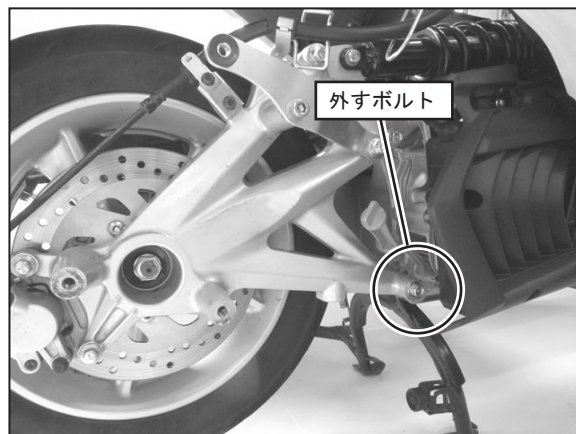

FIG. 10
10. FIG. 10で示すボルトを外して下さい。
(FIG. 10, 11, 12参照)